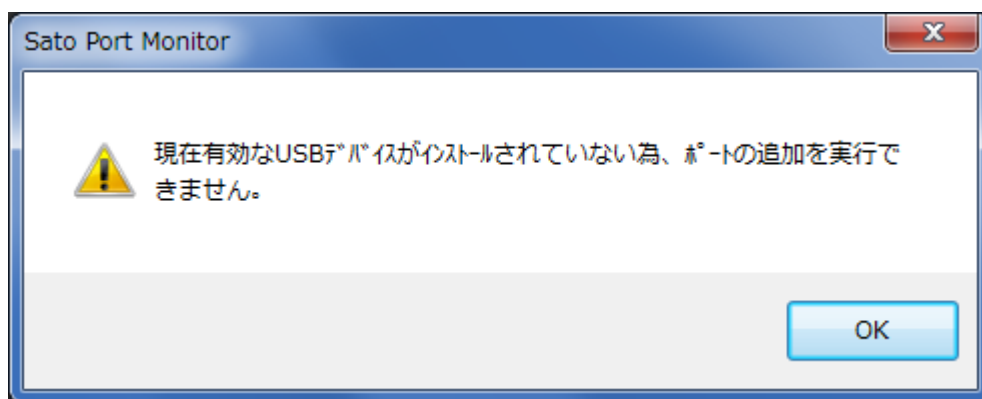

図 3.3.4.3 SATO USB ポート確認画面
1. 「図 3.3.4.1 SATO USB ポート確認画面」において、プリンタの電源が入っていない状態や、コンピュータとプリンタが USB ケーブルで接続されていない状態で「OK」をクリックすると、以下のメッセージが表示されます。「OK」をクリックすると、「3.1 プリンタドライバの機種選択」に戻りますので、操作をやり直してください。